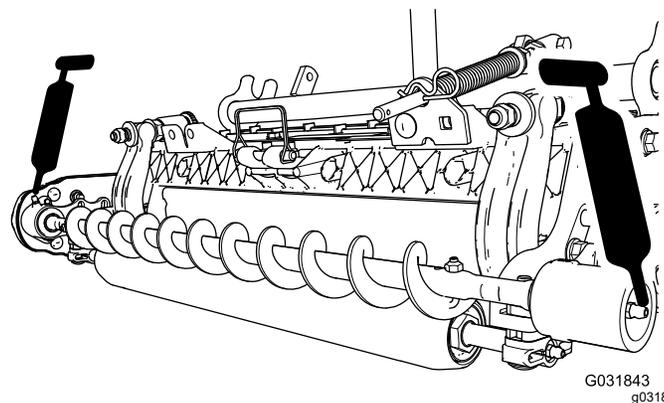

Figura 17
3. Lubrificate i raccordi d'ingrassaggio su ogni alloggiamento del cuscinetto della spazzola per rullo utilizzando grasso a base di litio n. 2 (Figura 17).